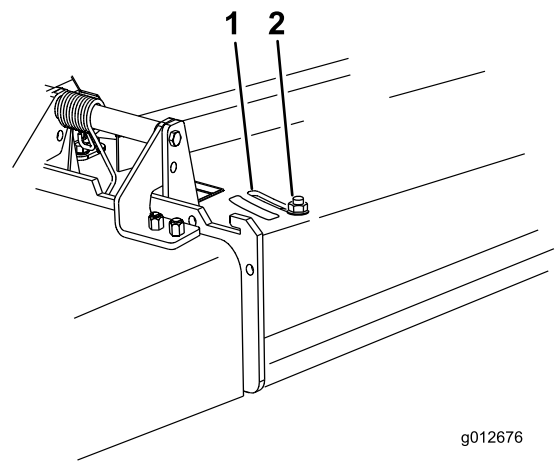

Figura 17
- Para ajustar o abafador, desaperte a porca (Figura 17).